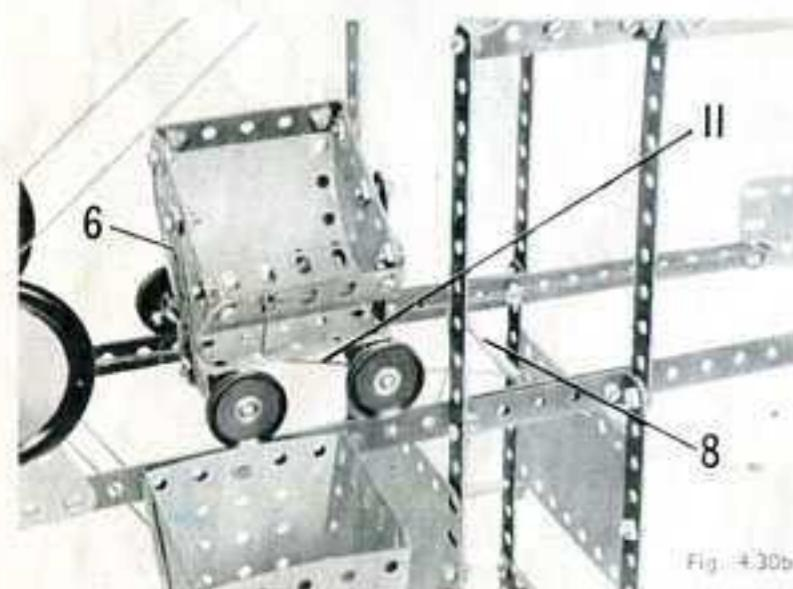

Fig. 4.30b
Une corde est attachée à un essieu. Elle passe dans l'équerre (7), sur la tringle (8), et est enroulée autour de la tringle (9) qui porte une roue barillet. Puis elle passe de nouveau autour de la tringle (8), dans une équerre tenue par un boulon (10), et elle est enfin attachée à l'autre essieu du chariot. Une corde (11) est fixée sur le côté du chariot opposé aux bandes cintrées à glissière, elle passe dans la plaque à rebords et est attachée à l'un des côtés de la tour comme le montre la figure 4.30b. La corde est disposée de façon que le chariot bascule quand il arrive à la hauteur de la trémie.